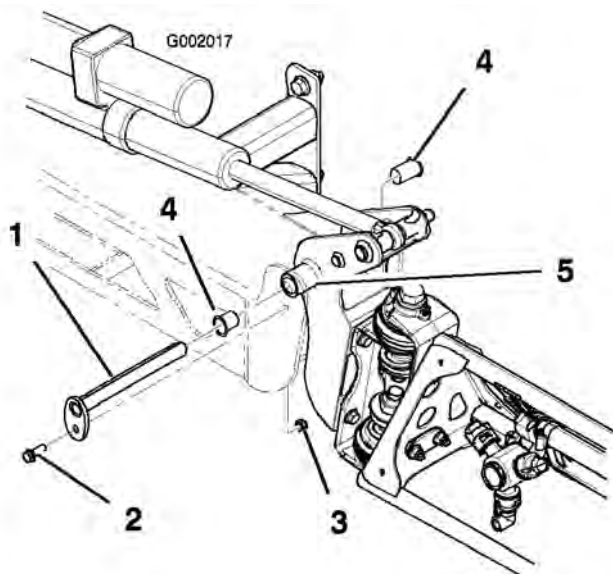

Bild 70
3. Wenn das Gewicht des Spritzgestänges abgestützt ist, nehmen Sie die Schraube und die Mutter ab, mit denen der Schwenkstift am Spritzgestänge befestigt ist (Bild 70). Nehmen Sie den Schwenkstift ab.
5. Nehmen Sie die Nylonbüchsen vorne und hinten an der Schwenkhalterung ab und prüfen Sie sie (Bild 70). Ersetzen Sie beschädigte Büchsen.
7. Montieren Sie das Spritzgestänge und die Schwenkhalterung im mittleren Rahmen und richten Sie die Öffnungen aus (Bild 70).